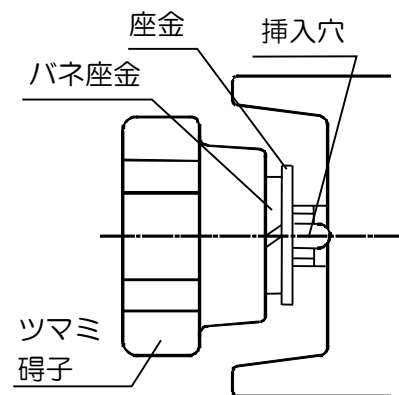

図 10・1
①絶縁筒が付属されている場合, 絶縁筒に配線ケーブルを通す。
②圧着端子などを用いて, 図10・4のように接続し, 表3の推奨締め付けトルクにて締め付ける。